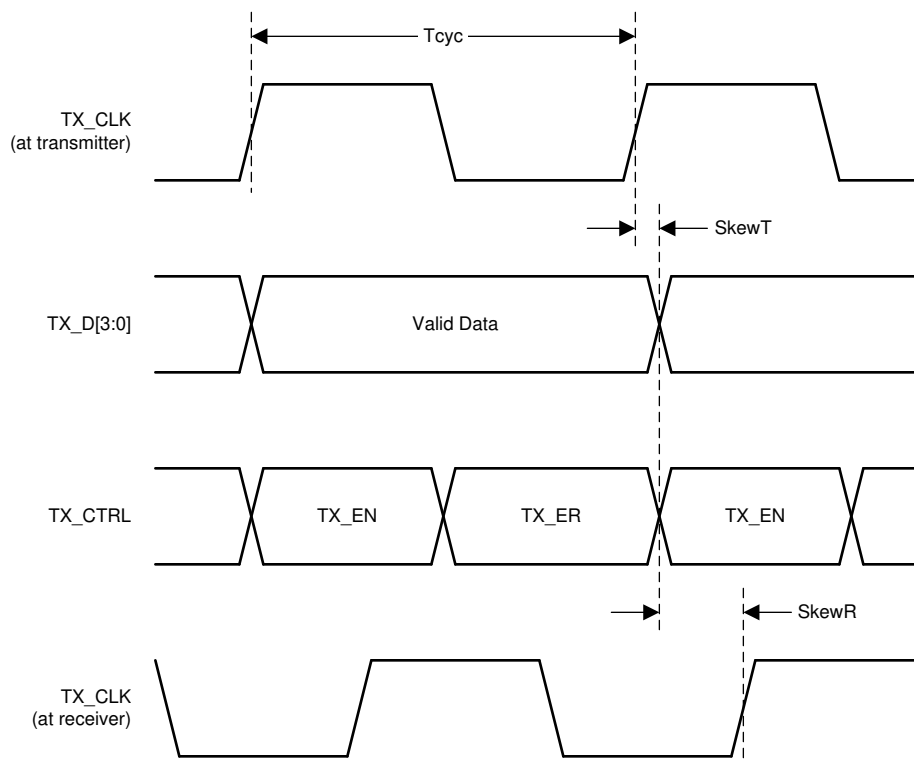

図 6-11. RGMII 送信タイミング
- (1) 製造試験、特性評価、または設計によって指定済みです。
(2) RGMII の内部遅延なしで動作する場合、PCB 設計では、関連するクロック信号に 1.5ns を超えるトレース遅延が追加されるようにクロックを配線する必要があります。
(3) 本デバイスは内部遅延あり / なしで動作できます。
(4) 最小デューティ サイクルに違反しない限り、最低速度の 3 Tcyc が遷移している間にストレッチングが行われない限り、速度が変化している間にストレッチングが行われない限り、受信バケット クロックドメインに遷移している間にデューティ サイクルをストレッチングまたは縮小できます。
(5) 図 6-11 と 図 6-12 を参照してください。